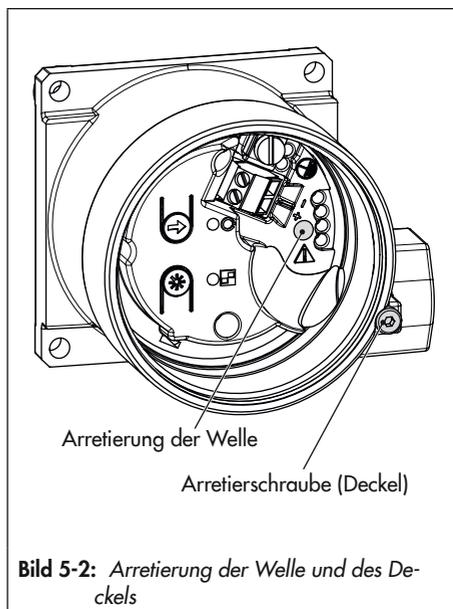

Bild 5-2: Arretierung der Welle und des Deckels
- Vgl. Bild 5-2 und Bild 5-3
- Vgl. Bild 5-2 und Bild 5-4
- Hebel entsprechend verstellen und einen dünnen Schraubendreher in das Loch zur Arretierung der Welle stecken (vgl. Bild 5-2). Zum Arretieren den Schraubendreher im Loch stecken lassen.
- Darauf achten, dass bei halbem Drehwinkel des Schwenkantriebs der Hebel (1) parallel zur Längsseite des Stellungsmelders steht.
→ Hebel entsprechend verstellen und einen dünnen Schraubendreher in das Loch zur Arretierung der Welle stecken (vgl. Bild 5-2). Zum Arretieren den Schraubendreher im Loch stecken lassen.